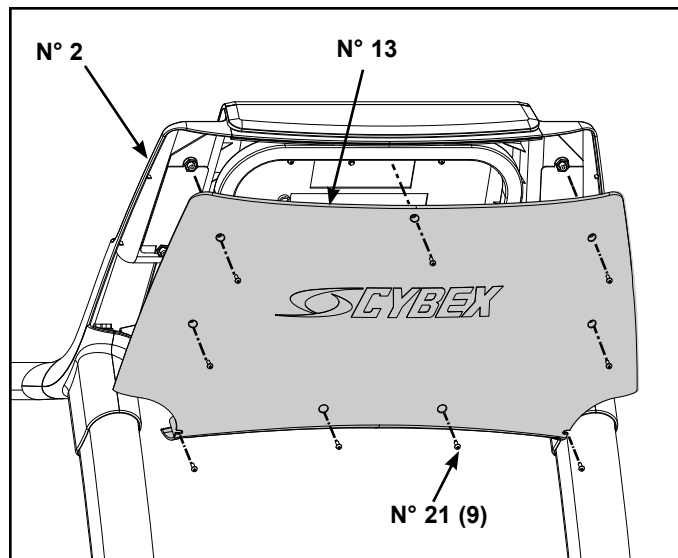

Figure 8
- A. Repérez le capot de console arrière (n° 13) et neuf vis 8/16 x 0,50 (n° 21). Reportez-vous à la figure 8.
- B. En veillant à ne pas pincer de câble, à l'aide d'un tournevis Phillips, fixez les neuf vis 8/16 x 0,50 po (n° 21) qui maintiennent le capot de console arrière (n° 13) à la console (n° 2). Reportez-vous à la figure 8.